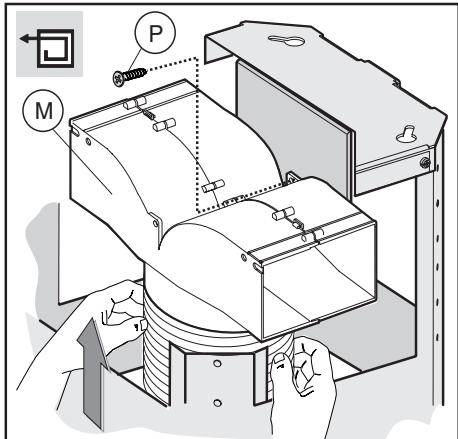
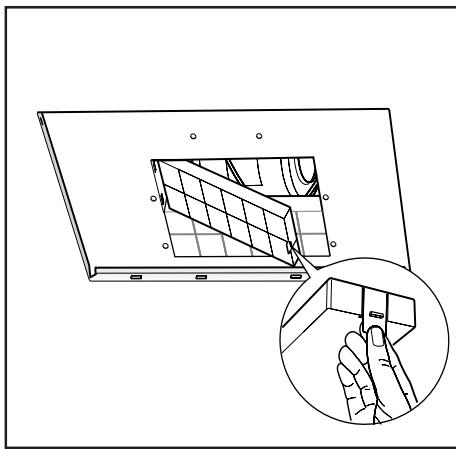

Fig.8
Fig.17
- **Version filtrante:** relier le tuyau flexible au déflecteur **M** et fixer la vis **I** comme c'est indiqué dans la (Fig.8), les filtres à charbon actif doivent être appliqués au groupe aspirant placé à l'intérieur de la hotte (Fig.17).